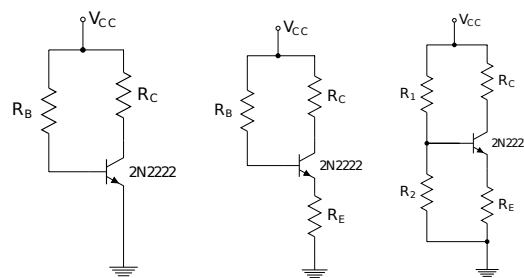

Figura 3.2: Amplificadores básicos en configuración Emisor-Común.
1. Calcule los valores de las resistencias para los amplificadores mostrados en la Figura 3.2 con el procedimiento visto en clase.
2. Arme los circuitos mostrados en la Figura 3.2 utilizando los valores de componentes previamente calculados.
4. Mida el punto Q (V_{CEQ}, I_{CQ}) para cada una de las configuraciones mostradas en la Figura 3.2 a por lo menos 4 temperaturas diferentes